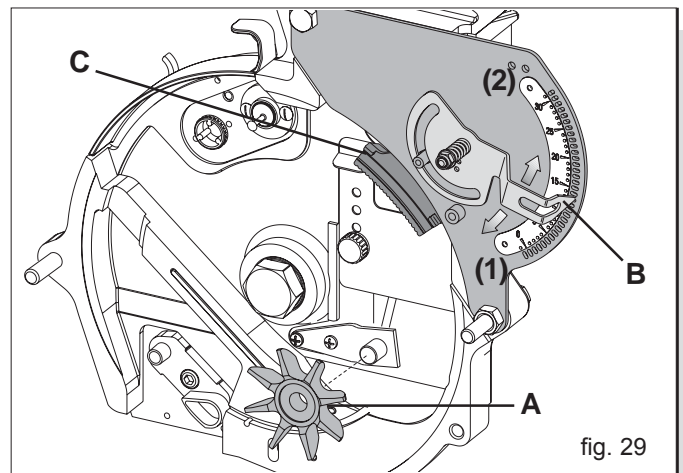

fig. 29
Der Hersteller liefert serienmäßig (abgebaut) den Saatgutrührer für die einzelnen Streuer (A, Fig. 29).
Durch Verstellen des Zeigers (B Abb. 29) wird ein Läufer (C Abb. 29) gesteuert, der die Scheibe in der Nähe der Löcher berührt und das Fallen der überschüssigen Samen verursacht. Der Wähler muß bei jedem Scheiben- und Saatgutwechsel eingestellt werden, für kleine Samen in Richtung der niedrigen Zahlen (1 Abb. 29) und für größere Samen in Richtung der höheren Zahlen (2).